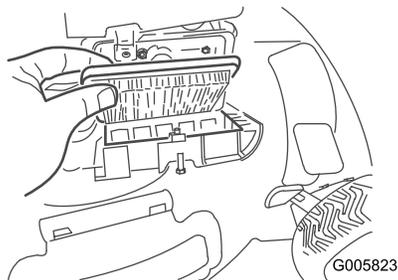

Figure 31
2. Remplacez le filtre à air (Figure 31).